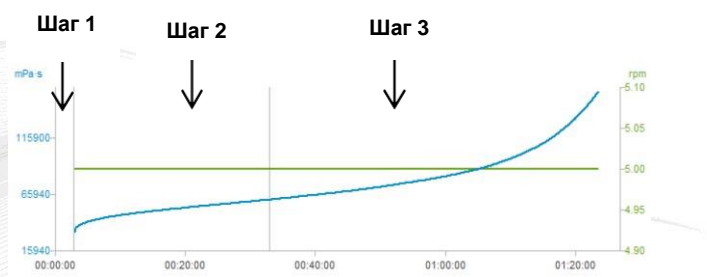

Рисунок 1: Процедура измерения
Настройки измерений (Рисунок 1)	Шаг 1: Подготовка образца (SP)